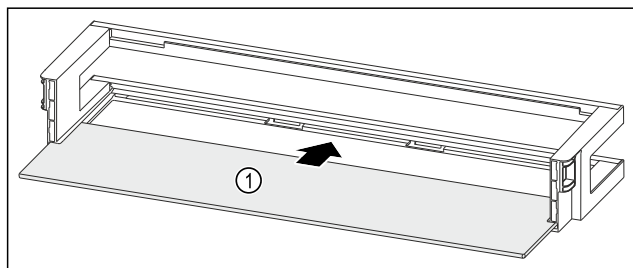

Fig. 204 Dveřní přihrádka s odkládací plochou
- Odkládací plochu Fig. 204 (1) zasuňte do bočních vybrání.